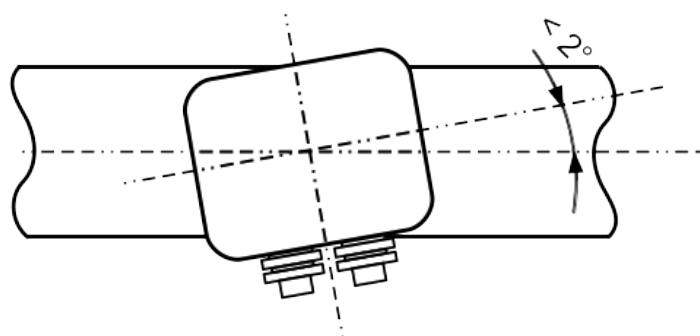

图 1：俯视图
9. 借助于方向对准工具，确保实际的气体流向与箭头方向一致。角度偏差不应大于 $\pm 2^\circ$ （查看下页图 1）。